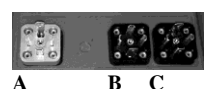

Рис. 11
- Разъем В - Подключите кабель между контактом 1 (с правой стороны) и контактом “Земля” (в нижней части) (рис. 11).